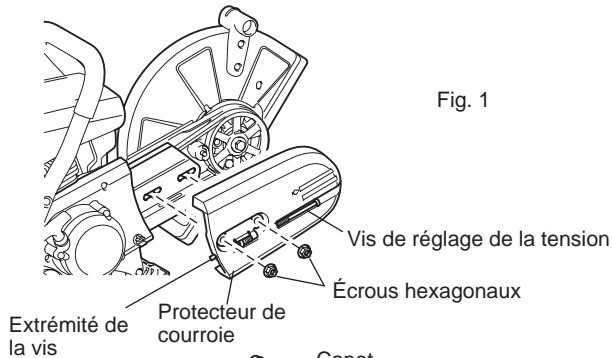

Fig. 1
- (1) Desserrez l'écrou de serrage et tournez la vis de réglage de la tension vers la gauche jusqu'à ce que l'extrémité de la vis soit visible. (Fig. 1)
- (2) Retirez les écrous de serrage, puis le protecteur de courroie. (Fig. 1)